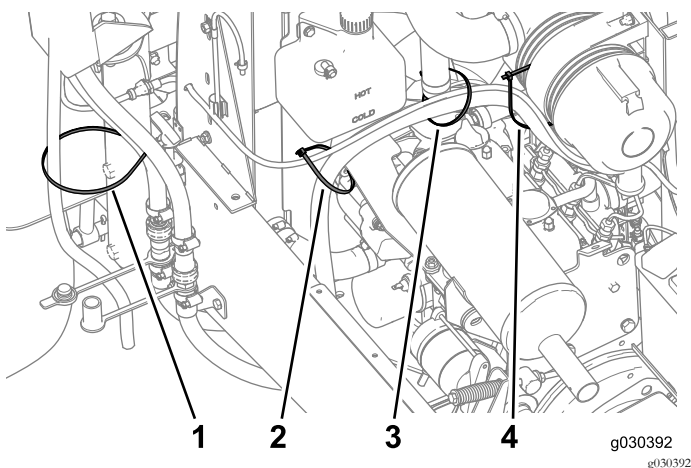
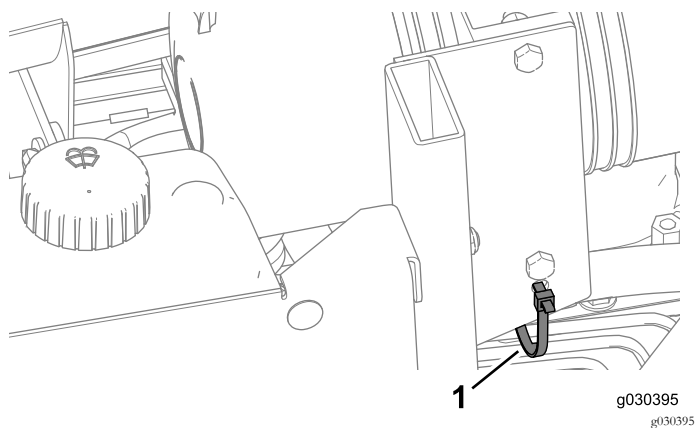

図 42
図 43
7. ホースをケーブルタイで固定する 図 42と 図 43。